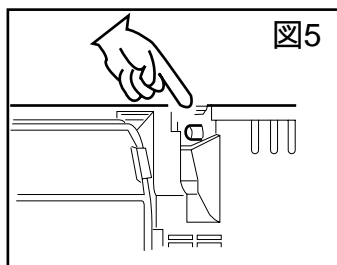
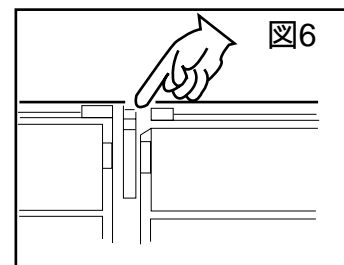

図5
図6
2. 右側のヒンジを本体中央側に押しながら本体側の突起（図5）をヒンジの穴にはめ込みます。次に中央のヒンジが本体側の突起（図6）に確実にハマっているか確認してください。